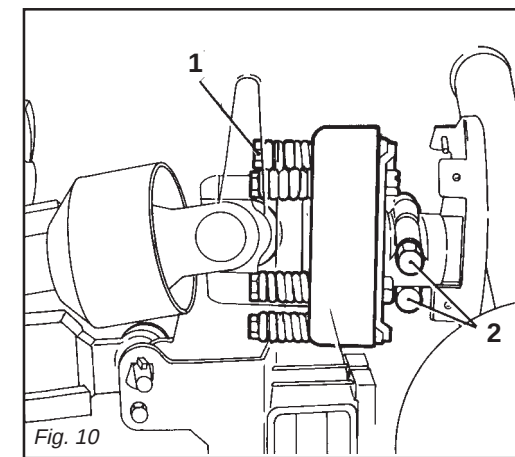

Fig. 10
La frizione è già pre-regolata per uno sforzo medio. Se slitta troppo facilmente (surriscaldandosi) è necessario avvitare uniformemente tutti i dadi (1 Fig. 10) che stringono le molle. Qualora l'albero cardanico fornito abbia il mozzo con bloccaggio a bulloni (2 Fig. 10), assicurarsi che questi siano serrati con forza.
Se la frizione non slitta, svitare uniformemente tutti i dadi (1 Fig. 10) che fissano le molle. Svitare un giro alla volta e verificare la frizione dopo circa 300 metri di lavoro. Se necessario ripetere l'operazione, sempre svitando un giro alla volta. Se la frizione mantiene durante il lavoro una temperatura di circa 40-50 gradi circa significa che è regolata in modo corretto. **Non serrare mai a fondo i dadi, poiché in tal modo si elimina la funzione delle molle e dunque della frizione a danno degli organi di trasmissione.**
The clutch is already pre-adjusted for average stress. If it slips too easily (and overheats), it will be necessary to evenly tighten all the nuts (1 Fig. 10) that retain the springs. If the supplied cardan shaft has a bolt-locked hub (2 Fig. 10), check that these bolts are fully tightened.
*If the clutch does not slip, evenly unscrew all the spring fixing nuts (1 Fig. 10). Unscrew one turn at a time and check the clutch after having worked about 300 meters. Repeat the operation if necessary, remembering to unscrew one turn at a time. If the clutch maintains a temperature of about 40-50 degrees during work, this means that it has been correctly regulated. **Never fully torque the nuts since this would void the function of the springs and, subsequently, of the clutch, thus damaging the transmission components.***
Die Gelenkwelle kann mit einer Sicherheitskupplung ausgerüstet werden, um die Getriebeteile der Maschine vor Überlastungen und/oder Beanspruchungen zu schützen. Die Gelenkwelle darf keine Neigung über 10 Grad aufweisen (Abb. 3). Die Kupplung ist auf eine mittlere Beanspruchung voreingestellt. Wenn die Kupplung zu schnell schlupft (Überhitzung), muß man alle Muttern (1 Abb. 10), die die Federn spannen, noch weiter anziehen. Sollte die mit dem Gerät gelieferte Gelenkwelle eine mit Schraubbolzen blockierte Nabe (2 Abb. 10) haben, sicherstellen, daß diese angezogen sind.
Wenn die Kupplung nicht schlupft, alle Muttern (1 Abb. 10), die die Federn spannen, gleich-mäßig lockern. Alle Muttern um eine Umdrehung losschrauben und die Kupplung nach 300 Metern Fahrstrecke prüfen. Den Vorgang falls erforderlich wiederholen, jeweils eine Umdrehung pro Versuch. Wenn die Kupplung während der Arbeit eine Temperatur von circa 40-50°C beibehält, ist sie richtig eingestellt. **Die Muttern nie ganz festziehen, weil dabei die Wirkung der Federn und damit der Kupplung aufgehoben würde, was sich schädlich auf die Getriebeteile auswirken würde.**
L'arbre à cardans peut être équipé d'embrayage de sécurité pour protéger les organes de transmission de la machine en cas d'efforts ou de surcharges excessives. L'inclinaison du cardan de doit pas dépasser 10 degrés (Fig. 3). L'embrayage est déjà réglé pour un effort moyen. Lorsqu'il patine facilement (en se surchauffant) il faut visser de manière uniforme tous les écrous (1 Fig. 10) de serrage des ressorts. Si le moyeu de l'arbre à cardans dispose d'un blocage par boulons (2 Fig. 10), assurez-vous que ces derniers sont bien serrés.
*Si l'embrayage ne patine pas, dévissez de manière uniforme tous les écrous (1 Fig. 10) de fixation des ressorts. Dévissez d'un tour à la fois et vérifiez l'embrayage après environ 300 mètres de travail. Si nécessaire, répétez l'opération en dévissant toujours d'un tour à la fois. Quand l'embrayage maintient une température d'environ 40-50 degrés pendant le travail, cela signifie qu'il est réglé correctement. **Ne serrez jamais à fond les écrous car cela annule la fonction des ressorts et donc de l'embrayage au détriment des organes de transmission.***
El embrague está ya pre-regulado para un esfuerzo medio. Si patina muy fácilmente (recalentándose) es necesario ajustar uniformemente todas las tuercas (1 Fig. 10) que apretan en el resorte. Si el árbol cardánico tiene el cubo con bloqueo de bulones (2 Fig. 10), controlar que estos últimos estén bien ajustados.
Si el embrague no patina, aflojar uniformemente todas las tuercas (1 Fig. 10) que fijan el resorte. Aflojar una vuelta a la vez y controlar el embrague luego de 300 metros de trabajo. Si es necesario repetir la operación siempre aflojando un giro a la vez. Si el embrague mantiene durante el trabajo una temperatura de 40-50 grados significa que está regulado en modo correcto. **No ajustar jamás a fondo las tuercas, ya que así se inutiliza el resorte y la fricción dañando los órganos de transmisión.**